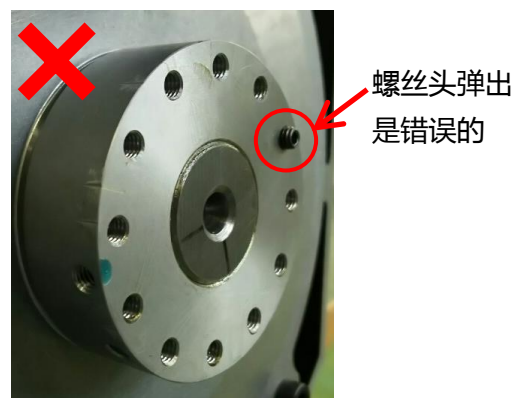

图 4.螺丝头弹出例
- ②为了防止螺丝头从旋转封条弹出，请使用内六角紧固螺丝。如果螺丝头弹出来了，电机旋转时可能会发生异音(风削声)。(参照图 4)